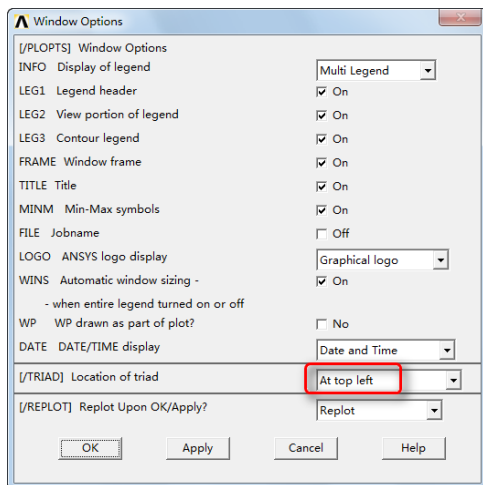

图 12-14 “Window Options”对话框
⑨选择菜单路径: Utility Menu > PlotCtrls > Window Controls > Window Options, 弹出“Window Options”对话框, 在“[/TRIAD] Location of triad”下拉列表中选择“At top left”, 如图 12-14 所示, 单击“OK”按钮关闭该对话框。